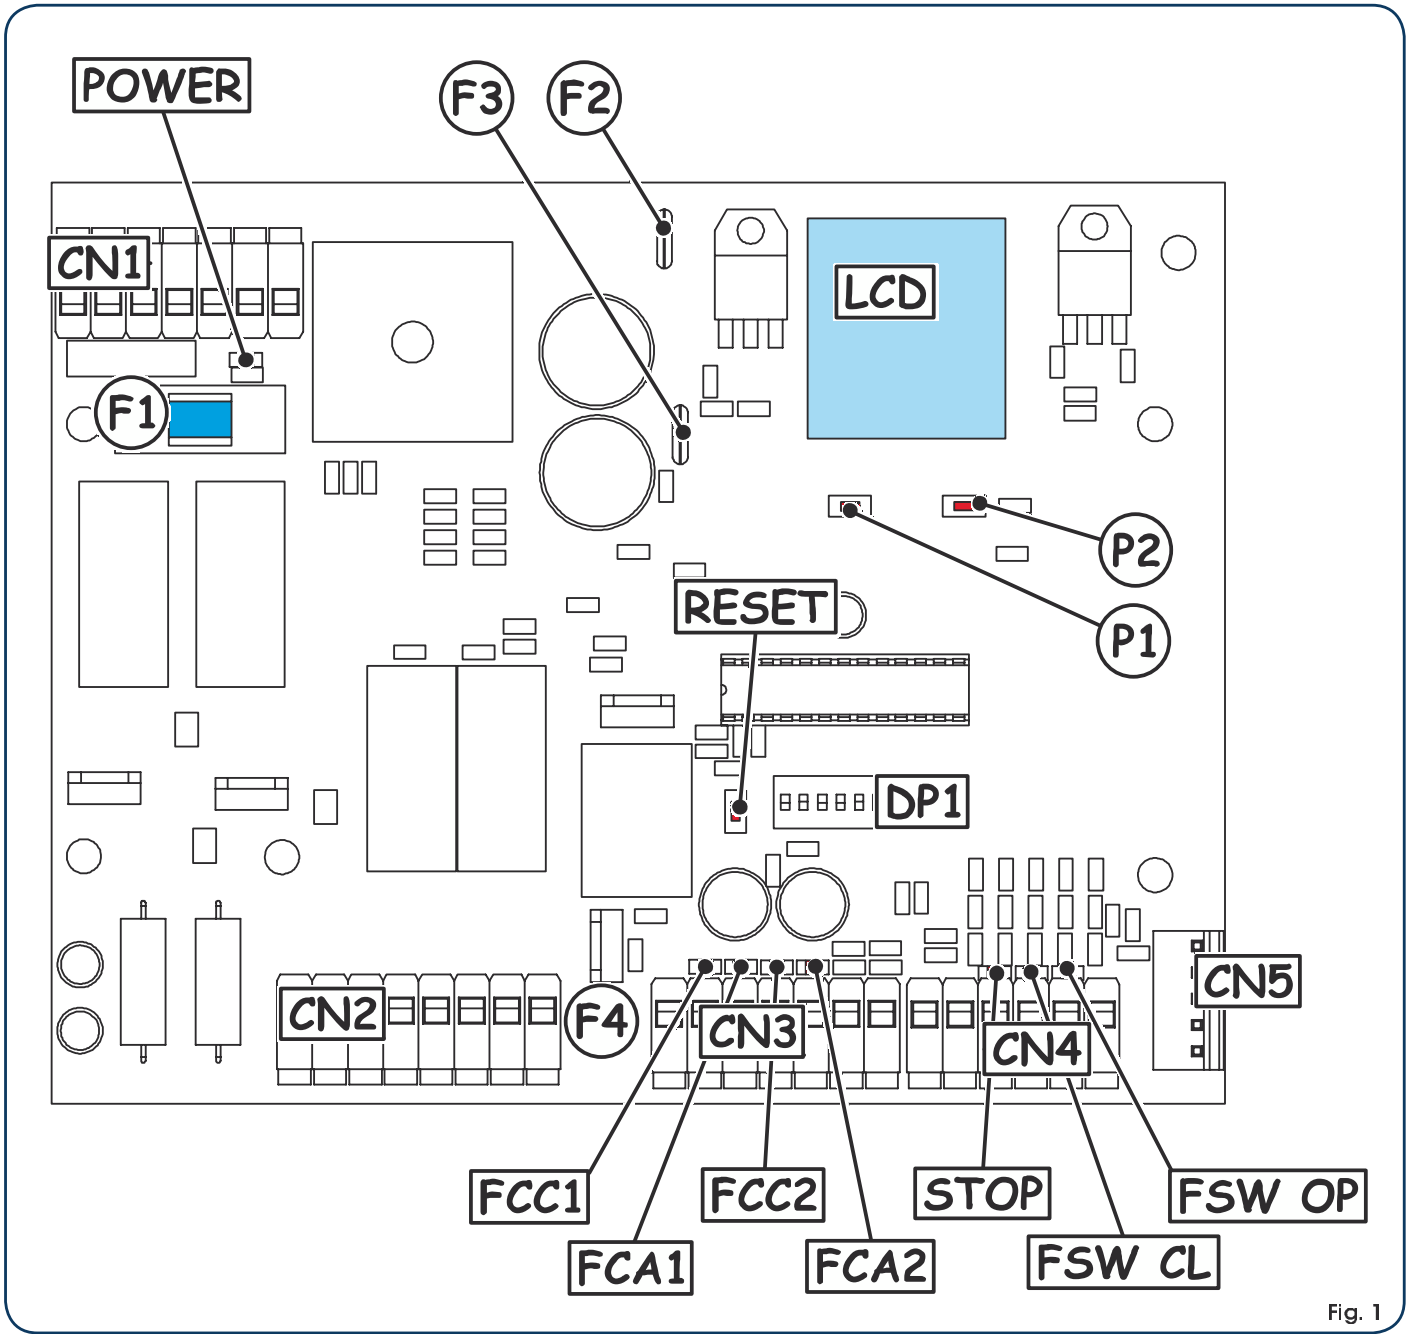

Fig. 1
4. LAY-OUT KAART (Fig. 1)	pag.53